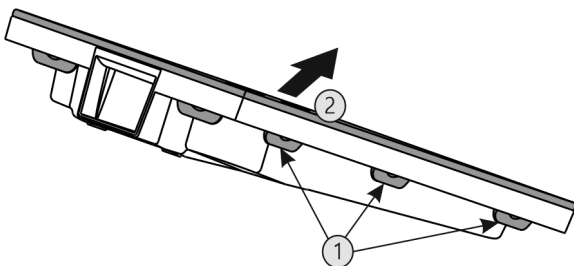

Fig. 58
- Alle Laschen Fig. 58 (1) nacheinander drücken und die Abdeckung Fig. 58 (2) entnehmen.